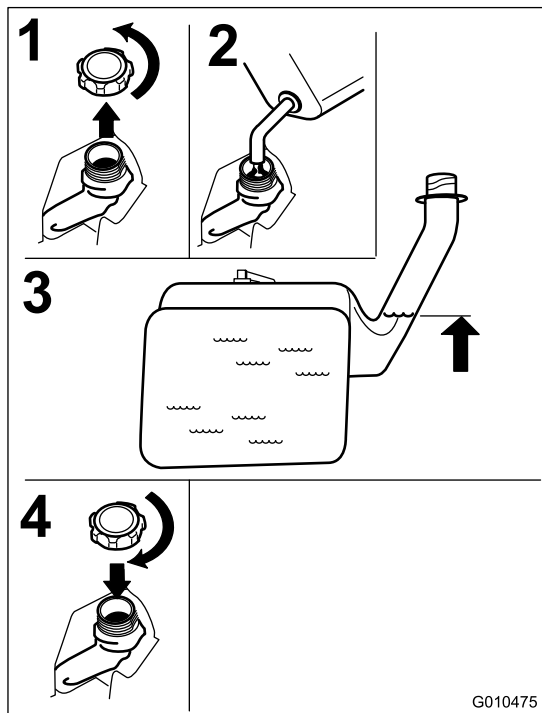

Figure 10
3. Remplissez le réservoir de carburant jusqu'au bas du goulot de remplissage Figure 10.